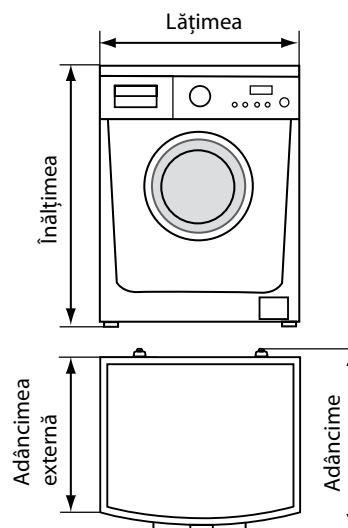

Figura 2
1.3 Părțile mașini și componente de bază sunt prezentate în Figura 1, dimensiunile de gabarit - în Figura 2.